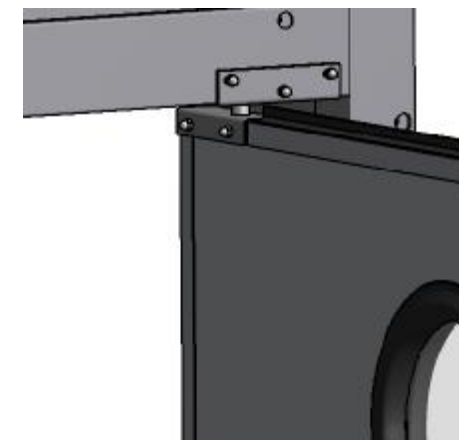

Рисунок 19
- 7.6 Вставив нижнюю опору петли в дверное полотно и повернув полотно перпендикулярно раме, завести верхнюю часть полотна в подвесную часть петли (рис.19).
- 6.7 Вставив нижнюю опору петли в дверное полотно и повернув полотно перпендикулярно раме, завести верхнюю часть полотна в подвесную часть петли (рис.19).